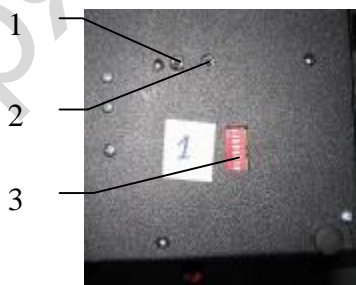

Рисунок 1.3 – Основание корпуса настольного пульта ИТС
К основанию корпуса выведены такие регулировки (рисунок 1.3):
2.2.3 Задать адрес пульта и наличие с помощью DIP-переключателя (см. рис. 1.3).